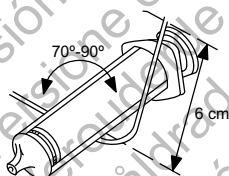

Figure 2. Courber le mandrin
2. Sélectionner le mandrin selon la fonction et la rigidité souhaitées. Si nécessaire, courber délicatement le mandrin à l'aide d'un instrument stérile, à surface lisse (p. ex., le corps d'une seringue de 10 ou 12 ml) (Figure 2 Courber le mandrin en page 15).